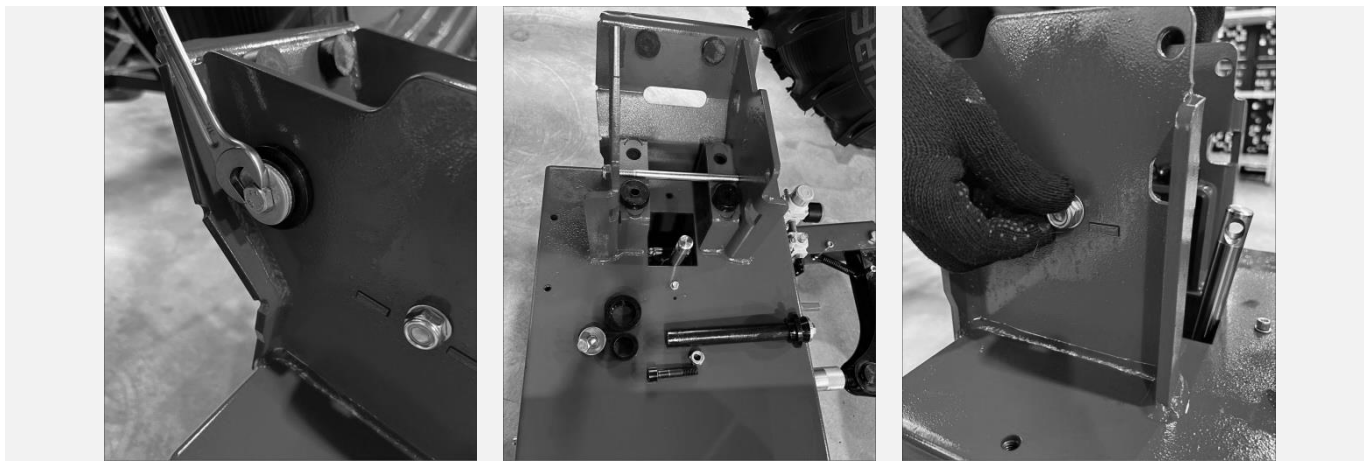

Рисунок 6
7.4.1 Снять с кронштейна ось колонны и ограничительную шпильку (см. Рисунок 6).